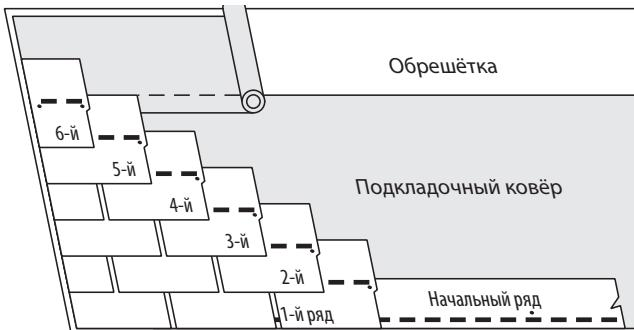

Рис. 10-16. Метод укладки с уступом на половину язычка.
3. Продолжайте укладку начального ряда, монтируя целые гонты начального ряда вдоль карнизов (Рис. 10-16).
**1-Й РЯД:** Уложите целый гонт в левом нижнем углу крыши таким образом, чтобы язычки гонтов были вровень с начальным рядом (Рис. 10-16).
**2-Й РЯД:** Отрежьте 16,7 см (пол-язычка) от левого края гонта и уложите оставшийся кусок на гонт первого ряда вровень с его левым краем, оставив в первом ряду открытый участок высотой 14,3 см. (Рис. 10-16).
**РЯДЫ С 3-ГО ПО 6-Й:** Каждый последующий ряд, до восьмого ряда включительно, должен начинаться с гонта, который на половину язычка (16,7 см) короче (с левой стороны), чем гонт предыдущего ряда (Рис. 10-16). Оставляйте на гонтах каждого ряда открытый участок высотой 14,3 см.